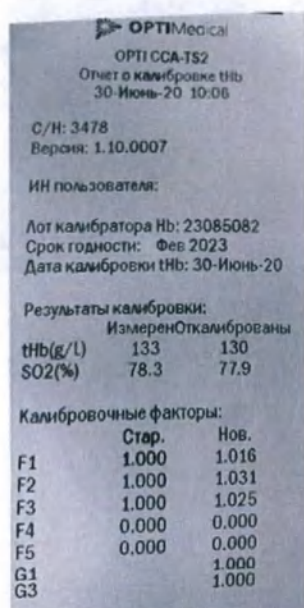

Рис.2-23 Отчет о калибровке
- Теперь устройство начнет печатать отчет о калибровке Hb, отображающий результаты и коэффициенты калибровки (Рис.2-23).